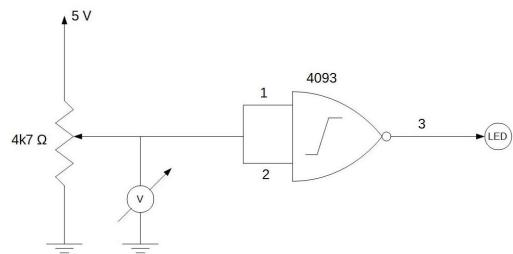

Figura 2: Esquema elétrico com 4093.
- Substituir o CI 7400 pelo 4093, de forma a obter o circuito da figura 2.